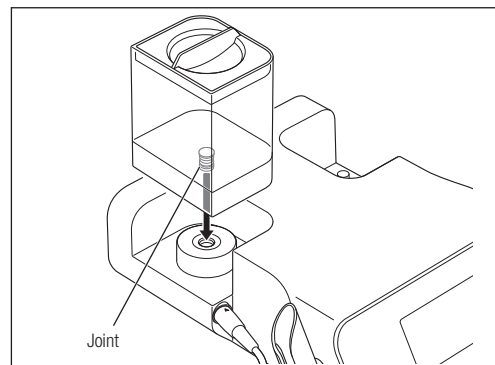

Fig. 13
- 3) Fermez bien le capuchon de la bouteille d'irrigation et insérez le joint dans le connecteur de base de la bouteille d'irrigation (Fig. 13).